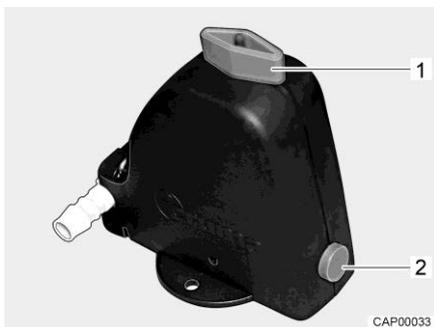

Fig. 253 Válvula de seguridad/purga (Truma)
- Cerrar la válvula de seguridad/purga (Truma). Para ello, girar el botón giratorio (Fig. 253,1) a la posición transversal en referencia a la válvula de seguridad/purga y hundir el botón (Fig. 253,2). A temperaturas inferiores a 6 °C, la válvula de seguridad/purga no se deja cerrar. Por ello, conectar la calefacción del habitáculo y esperar hasta que la temperatura en la válvula de seguridad/purga sea superior a 6 °C.